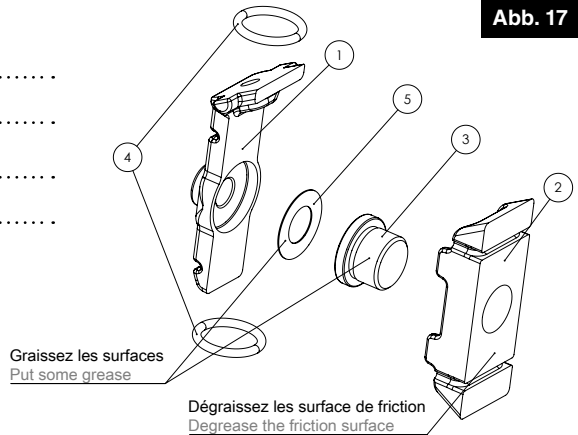

Abb. 17
- 1 / Achten Sie darauf, dass sich die Sattelklemme in der geschlossenen Position befindet, d. h. dass die Teile 1 und 2 (Abb. 17) in Kontakt stehen.